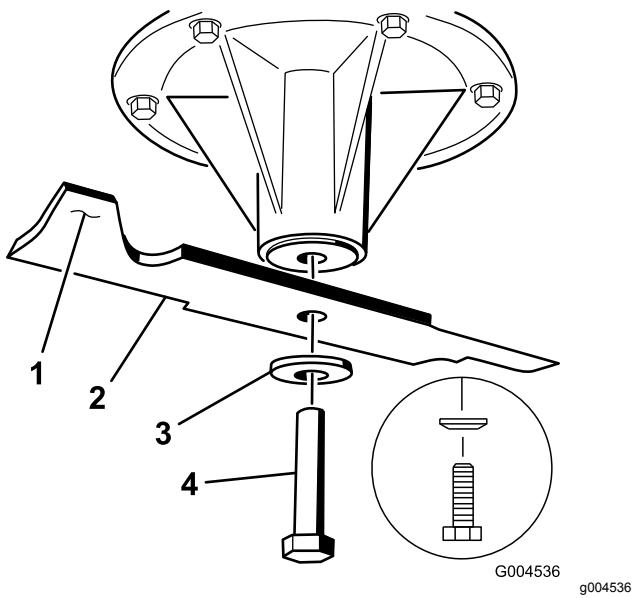

Figura 108
1. Instale a lâmina no eixo (Figura 108).
2. Instale o disco de mola e o parafuso da lâmina (Figura 108).